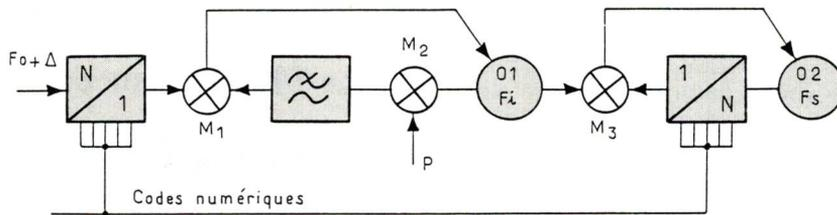
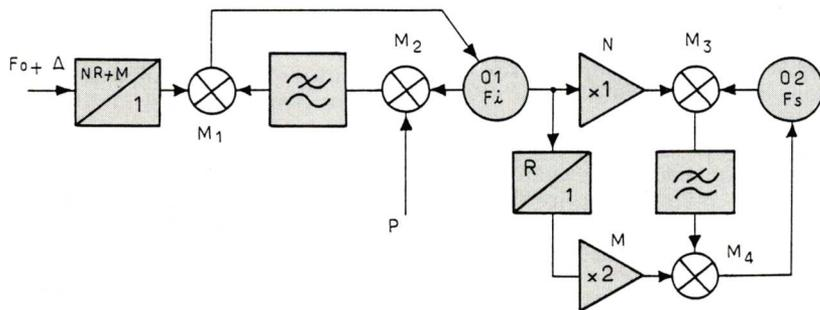

Fig. 2. - Montage utilisant un diviseur programmable, de taux N, associé à une boucle de verrouillage de phase.
Fig. 3. - Dans ce montage, le taux de division du diviseur n'est plus égale à N mais à NR + M.
Le montage représenté figure 2 est réalisé avec un diviseur programmable de taux  $N$  attaqué par la fréquence  $F_0 + \Delta$  venant de la synthèse des petits pas, tandis qu'une boucle de verrouillage de phase permet d'asservir l'oscillateur  $F_i$  pour satisfaire à l'équation (1).
Le schéma de la figure 3 représente, en gardant le même esprit que celui de la figure 2, un tel dispositif.
L'obtention de la fréquence intermédiaire  $F_i$  passe par une disposition identique à celle de la figure 2, à ceci près que le taux de division du diviseur n'est plus  $N$  mais  $NR + M$ .
peut être nul ( $M = 0$ ), positif ou négatif, ce qui permet, en fait, en se reportant au montage de la figure 3, d'effectuer  $R$  pas de valeur  $P/R$  de part et d'autre d'un multiple entier, de rang  $N$ , de la fréquence de l'oscillateur O1. Dans le cas où  $M = 0$ , le mélangeur M3 délivre un battement nul, c'est-à-dire une tension continue variable avec la phase et qui est échantillonnée dans le mélangeur M4. Donc, dans ce cas, la tension continue est simplement recopiée.